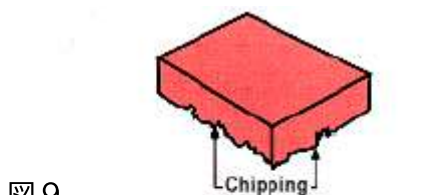

図 9
**問題 B:リングタイプの真空チャックを使用する場合のダイの底部の欠け(図 9)。**